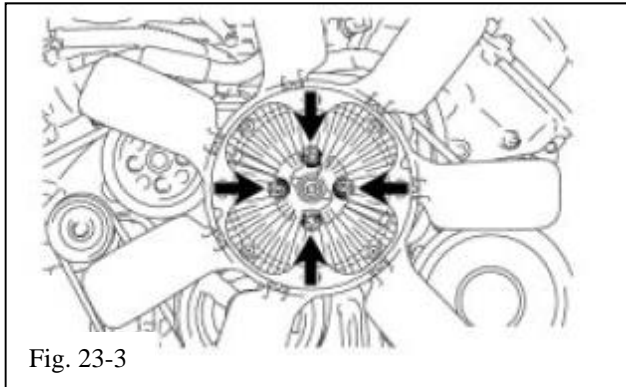

Fig. 23-3
- (e) Bolt the fan clutch to the fan pulley using the 4 OE nuts (Fig. 23-3).